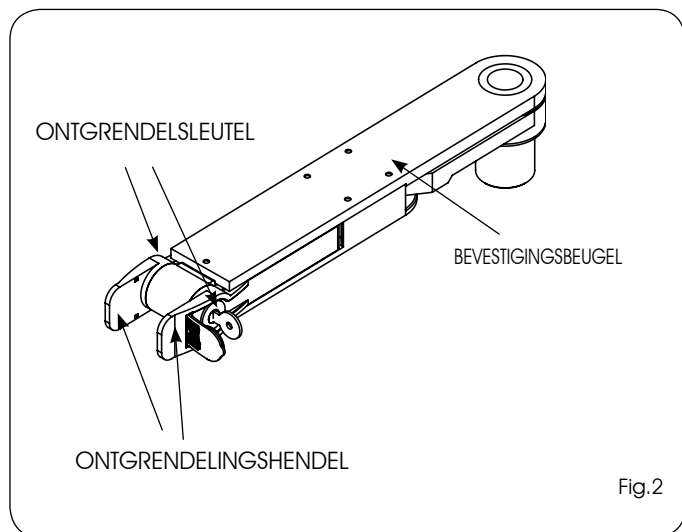

Fig.2
- 1) Zet de ontgrendelingshendel weer in de ruststand (Fig.2)